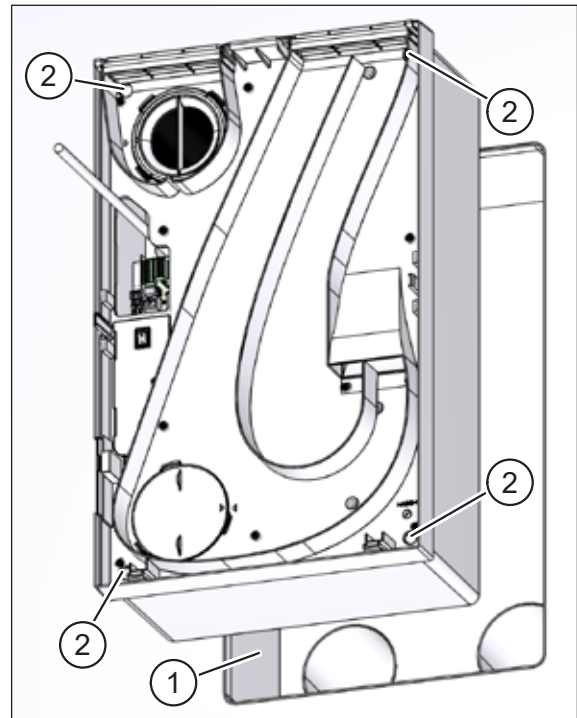

Abb. 39: Lüftungsgerät befestigen – Unterputzmontage mit Kanalanschluss
- ▶ Schieben Sie das Lüftungsgerät vorsichtig bis zum Anschlag in den Mauerkasten (Pos. 1 in Abb. 39) ein.
- ▶ Befestigen Sie das Lüftungsgerät mit den vier Kreuzschlitzschrauben 5 x 100 mm (Pos. 2 in Abb. 39). Ziehen Sie dabei die Schrauben **leicht** über Kreuz an.